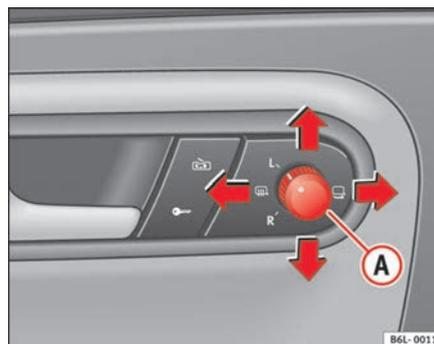

Fig. 71 Commande des rétroviseurs extérieurs
1. Tournez le bouton rotatif ⇒ fig. 71 en position **L (rétroviseur extérieur gauche)**.
- Tourner le bouton rotatif vers de la position désembuage  ⇒ page 110, fig. 71.
- Tournez le bouton rotatif ⇒ page 110, fig. 71 en position  pour rabattre les rétroviseurs extérieurs. Pour éviter tout dégât, il est conseillé de toujours rabattre les rétroviseurs extérieurs lorsque vous passez dans une installation de lavage automatique.